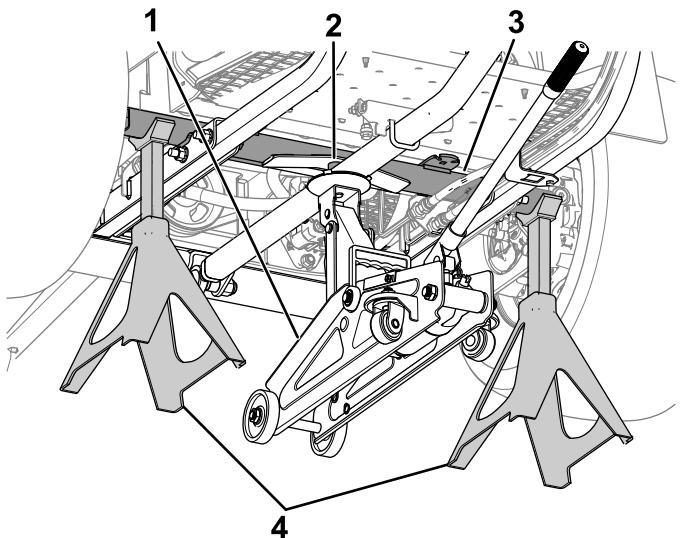

Figure 70
- Côtés gauche et droit – sous le tube arrière du cadre, derrière les moteurs de roues (Figure 70).